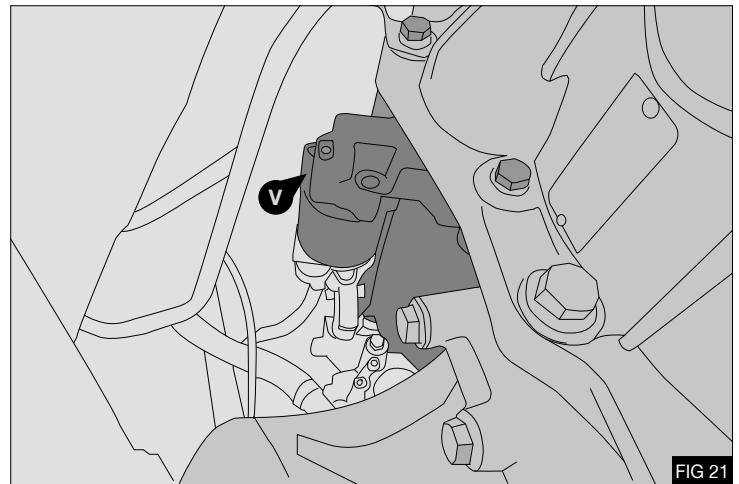

FIG 21
15. Serrez le bouton (12) avec un couple de 45Nm / 33Lbft.
16. Installez la poulie folle rainurée (10) en utilisant le boulon (14) M8 x 35 avec l'entretoise (7)
17. Serrez le bouton (14) avec un couple de 35Nm / 26Lbft
19. Dévissez les 3 fixations fixant le démarreur du moteur (V) - Fig 21